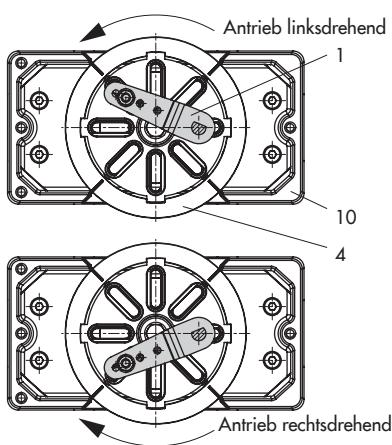

Bild 22: Drehrichtung
1. Mitnehmer (3) auf die geschlitzte Antriebswelle oder das Distanzstück (5) stecken.
2. Kupplungsrad (4) mit flacher Seite zum Antrieb hin auf den Mitnehmer (3) stecken. Dabei den Schlitz so ausrichten, dass er bei Schließstellung des Ventils mit der Drehrichtung nach Bild 22 übereinstimmt.
4. Die beiden unteren Winkel (10.1) je nach Antriebsgröße mit Abwinkelung nach innen oder außen am Antriebsgehäuse festschrauben. Obere Winkel (10) ansetzen und verschrauben.
5. Anschlussplatte (6) oder Manometerhalter (7) mit Manometern am Stellungsregler montieren, auf richtigen Sitz der beiden Runddichtringe achten. **Bei doppelt-**
6. Am Hebel M (1) des Stellungsreglers den Standard-Abtaststift (2) herausschrauben. Den blanken Abtaststift ($\varnothing 5$ mm) aus dem Anbausatz verwenden und in der Bohrung für Stiftposition **90°** fest verschrauben.
7. Stellungsregler auf die oberen Winkel (10) aufsetzen und festschrauben. Dabei den Hebel (1) so ausrichten, dass er unter Berücksichtigung der Drehrichtung des Antriebs mit seinem Abtaststift in den Schlitz des Kupplungsrad (4) eingreift (Bild 22). Es muss in jedem Fall gewährleistet sein, dass bei halbem Drehwinkel des Schwenkantriebs der Hebel (1) parallel zur Längsseite des Stellungsreglers steht.
1. Gehäuse (10) am Schwenkantrieb montieren. Bei VDI/VDE-Anbau ggf. die Distanzstücke (11) unterlegen.
2. Bei **SAMSON-Schwenkantrieb Typ 3278 und VETEC S160** den Adapter (5) am freien Wellenende des Schwenkantriebs verschrauben, bei **VETEC R** den Adapter (5.1) aufstecken. Bei **Typ 3278, VETEC S160 und VETEC R** Adapter (3) aufstecken, bei **VDI/VDE-Ausführung** nur wenn für Antriebsgröße erforderlich.
4. Kupplung (4) auf die geschlitzte Antriebswelle oder den Adapter (3) stecken und mit Schraube (4.1) und Tellerfeder (4.2) festschrauben.
5. Am Hebel M (1) des Stellungsreglers den Standard-Abtaststift (2) herausschrauben. Den Abtaststift ($\varnothing 5$ mm) aus dem Anbausatz an Stiftposition 90° verschrauben.
6. Ggf. Manometerhalter (7) mit Manometern oder bei erforderlichen Anschlussgewinde $G \frac{1}{4}$ die Anschlussplatte (6) montieren, auf richtigen Sitz der beiden Dichtringe (6.1) achten. Bei doppeltwirkenden federlosen Schwenkantrieben wird ein Umkehrverstärker für den Anbau am Antrieb benötigt, vgl. Kap. 5.9.
8. Stellungsregler auf das Gehäuse (10) setzen und festschrauben. Dabei den Hebel (1) so ausrichten, dass er unter Berücksichtigung der Drehrichtung des Antriebs mit seinem Abtaststift in den entsprechenden Schlitz eingreift (Bild 22).